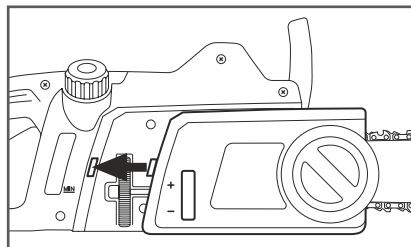

Рис. 6 Установка крышки шины
- Удерживая шину неподвижно, установите крышку шины обратно на электропилу, вставив выступ на крышке в отверстие в корпусе электропилы (Рис. 6).